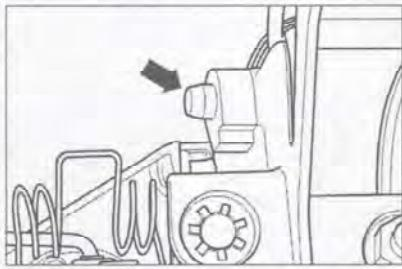

Рис. 7.9. Перед установкой педали сцепления отрегулируйте шкворень шарнира педали таким образом, чтобы он слегка выступал из опорного кронштейна (стрелка).
8. Перед установкой педали сцепления отрегулируйте шкворень шарнира педали таким образом, чтобы он слегка выступал из опорного кронштейна (стрелка) (рис. 7.9).